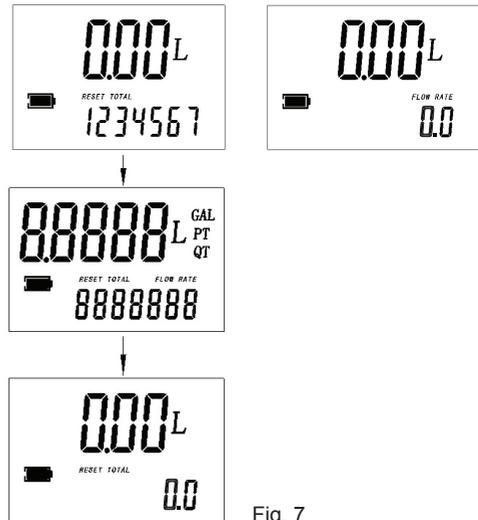

Fig. 7
• **Réinitialiser le total réinitialisable (voir Fig. 7)**